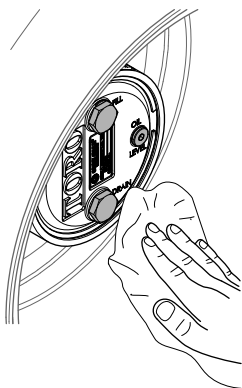

Figura 95
3. Limpie los alojamientos del freno y de los engranajes planetarios (Figura 95).